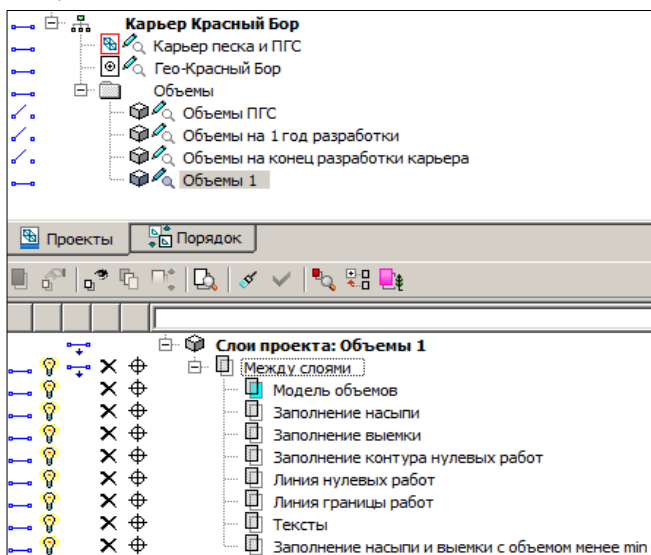

Рис. 7.3
После выполнения расчета объемов с помощью любой из команд создается проект **Объемы**. Все данные проекта разнесены по слоям с соответствующими названиями (рис. 7.3). Слой с поверхностью **Модель объемов** содержит данные по поверхности рассчитанной модели объемов. Рабочие отметки в этом слое представляют разницу абсолютных отметок между проектной и исходной поверхностями, которые были выбраны для расчета. В проекте также содержатся данные по насыпям и выемкам (соответствующим образом отображенные на экране), по линиям границ работ, а также по текстовой информации результатов расчетов и т.д.
- В результате расчета создается новый проект **Объемы 1** (рис. 7.3).
На заметку Все проекты объемов (**Объемы 1**, **Объемы 2** и т.д.) программно размещаются в узлах, подчиненных общему пустому узлу с именем **Объемы**, который при желании можно удалить (рис. 7.3). Для объектов, выполненных в более ранних версиях системы, можно изменить структуру проектов, затем удалить пустой узел.